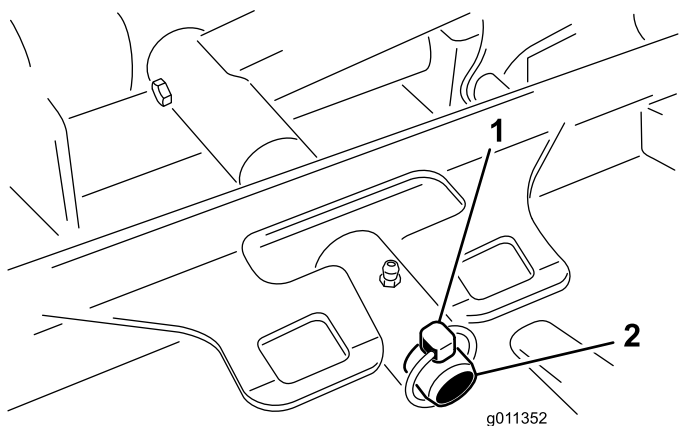

Bild 80
3. Entfernen Sie den Klappstecker, mit dem der Mähwerk Trägerrahmen am Gelenkstift des Hubgestänges befestigt ist (Bild 80).
3. Schieben Sie den Mähwerkträgerrahmen auf den Lagerbolzen am Hubgestänge. Befestigen Sie ihn mit einem Klappstecker (Bild 80).